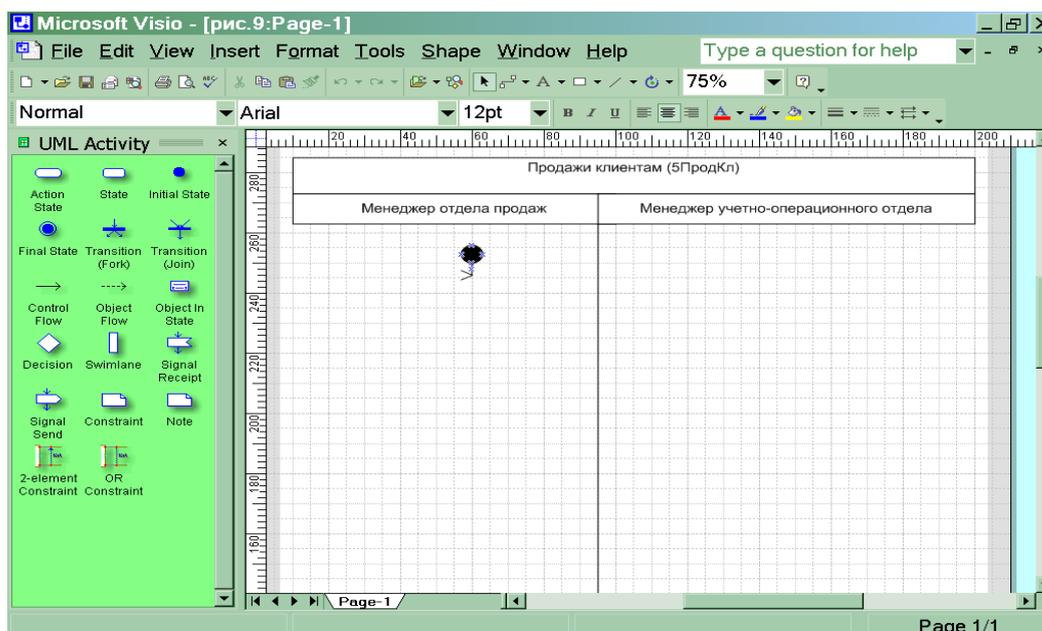

Рис.9 Подготовительная стадия для изображения диаграммы действий
- 8.** Обозначьте на диаграмме начало процесса символом ● «Initial state» в графе отведенной для изображения действий менеджера отдела продаж. (рис.9). Не забывайте, что работу с графическими формами можно осуществлять только при активированной пиктограмме с изображением стрелки на панели «Форматирование».
- 9.** Направьте стрелку вниз от изображения начала процесса. Для этого перенесите с формы UML Activite изображение стрелки  (Control Flow) (Рис.9).